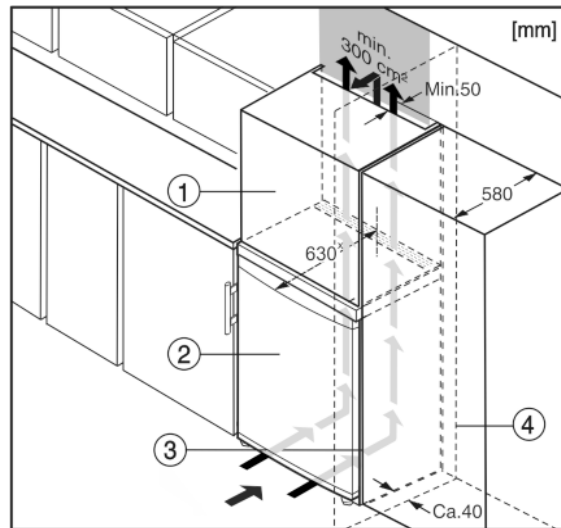

Fig. 10
L'appareil peut être entouré de meubles de cuisine. Pour adapter l'appareil Fig. 10 (2) à la hauteur des placards de la cuisine intégrée, on peut placer un élément haut Fig. 10 (1) au-dessus de l'appareil.
Lors de la transformation avec des placards de cuisine (profondeur max. 580 mm), l'appareil peut être placé directement à côté du placard de cuisine Fig. 10 (3). L'appareil dépasse latéralement de 34 mm^x et de 50 mm^x au centre de l'appareil par rapport à la face avant du placard de cuisine.
Si l'appareil est installé avec les charnières à côté d'un mur Fig. 10 (4), la distance entre l'appareil et le mur doit être de 40 mm min. Ceci correspond à la saillie de la poignée lorsque la porte est ouverte.